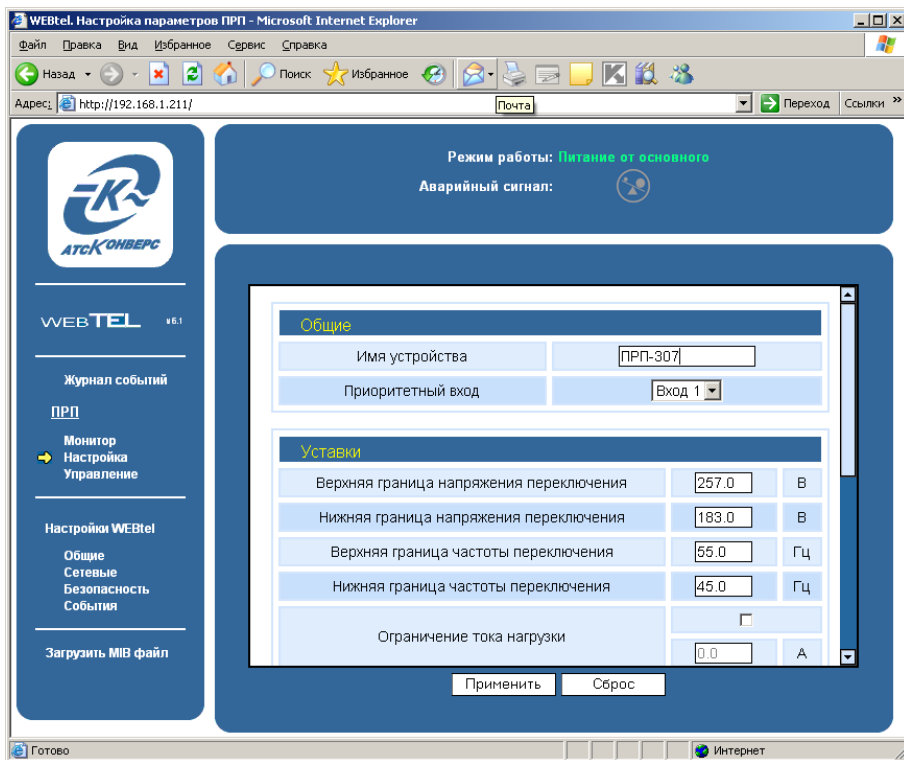

Рисунок 10 – Страница настройки параметров ПРП
7.4.4 Страница настройки параметров отображается в правой части окна web-браузера (рисунок 10).